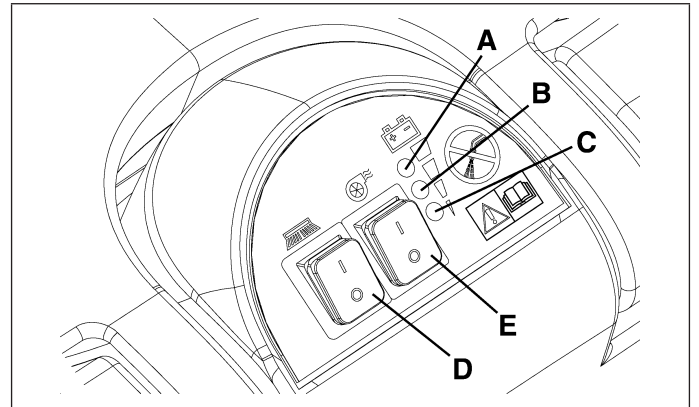

Figure 17
La condición de sobrecarga se visualiza mediante el parpadeo simultáneo de tres indicadores luminosos (A, B, C, Fig. 17).
4. Hasta que el indicador luminoso verde (A, Fig. 17) se queda encendido, las baterías permiten el funcionamiento normal de la máquina.
1. Poner los interruptores de rotación del cepillo y de aspiración (D y E, Fig. 17) en posición "0".